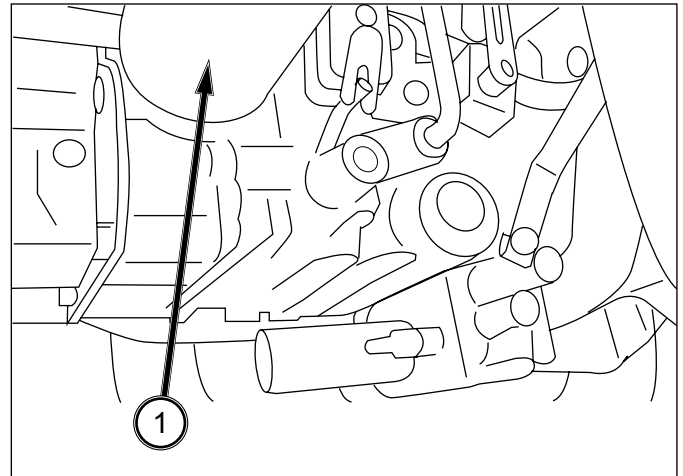

FIG. 6-20
FIG. 6-20: Remplacez toujours le filtre à huile hydraulique lors de la vidange d'huile. Dévissez avec précaution le filtre à huile (1) de la transmission. Au besoin, servez-vous d'une clé à sangle.